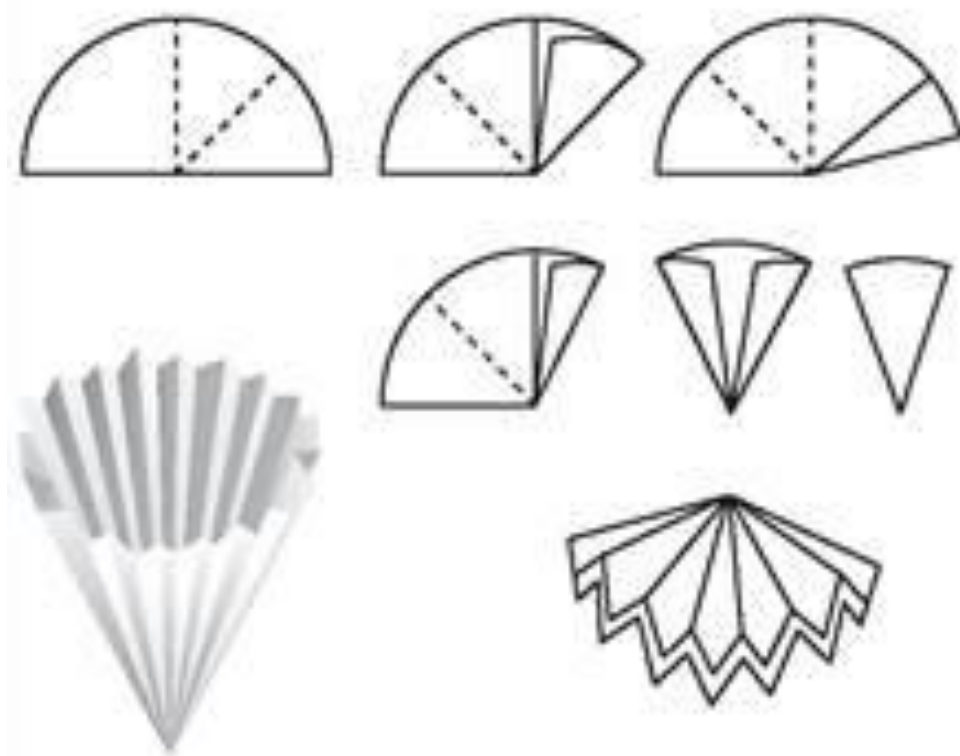

Рисунок 2 – Схема складання складчастого фільтра
1.2. Приготуйте складчастий фільтр і покладіть його в лійку (рис. 2).